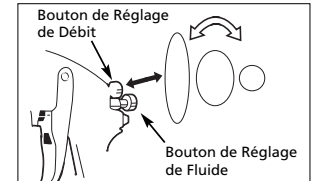

Figure 6 - Taille de configuration
2. Choisir la taille de configuration pour la forme désirée. Pour un plein débit, ouvrir le bouton de réglage de débit en tournant au sens contraire des aiguilles d'une montre. Pour un débit rond, tourner le bouton de réglage de débit au sens des aiguilles d'une montre (Voir Figure 6).
3. Tourner le bouton de réglage de fluide complètement au sens des aiguilles d'une montre jusqu'à ce qu'il soit fermé (Voir Figure 6).